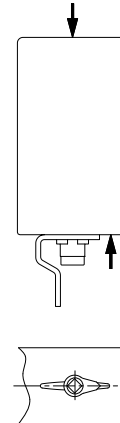

рис. 3
3. Двойное действие воздух/воздух. Диск и индикатор положения (58) должны находиться в открытом положении (см. рис. 3). Перед монтажом подать сжатый воздух на нижнее соединение привода.